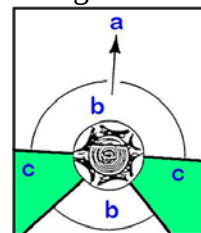

Fig.12
Cette voie de retraite doit s'étendre vers l'arrière et en diagonale derrière la ligne de chute prévue comme l'illustre la Fig.12.
Ne commence l'abattage qu'après avoir prévu une voie de retraite, voir Fig.12 : (a) Sens de chute de l'arbre ; (b) zone de danger ; (c) voie de retraite.
2. Nettoyer la zone de travail autour de l'arbre. Prévoir une voie de retraite (Fig.12) pour le moment où l'arbre va tomber et bien se caler les pieds pour assurer sa posture.